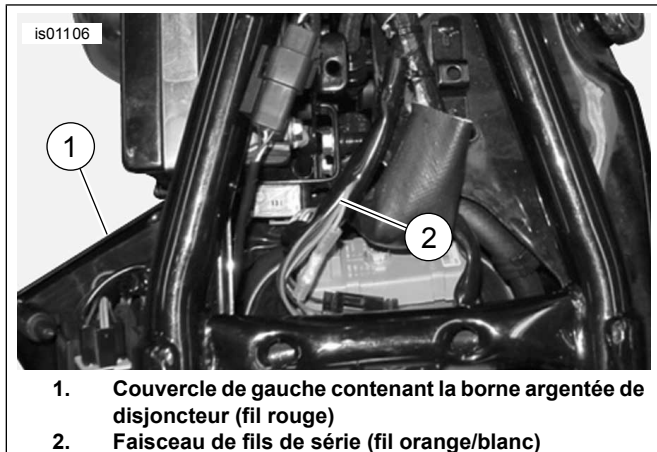

Figure 10. Connexions d'alimentation (modèles XL)
1. Voir Figure 10. Couper avec soin pour ouvrir une partie de la gaine du faisceau principal à l'intérieur du couvercle électrique latéral ou sous la selle à un point accessible, et couper un conducteur d'alimentation orange/blanc du faisceau principal.